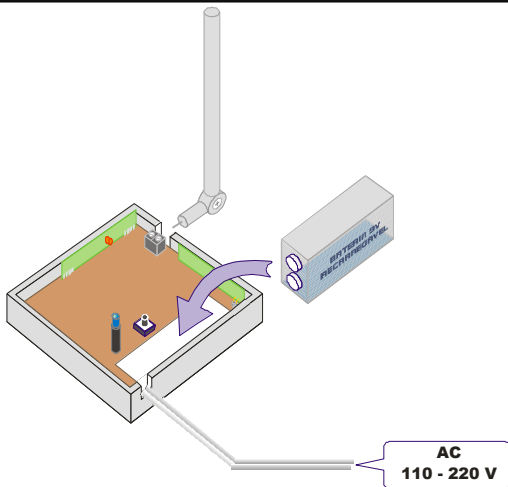

Figura 1
1. Abra a tampa, acomode a bateria recarregável de 9V na posição indicada na figura 1 e conecte o soquete desta apropriadamente.
2. Fixe a antena articulada no borne de duas vias, como indicado na figura 1 e depois feche a tampa. A antena não deve ficar paralela à parede. Incline um pouco a antena para afastá-la da parede.